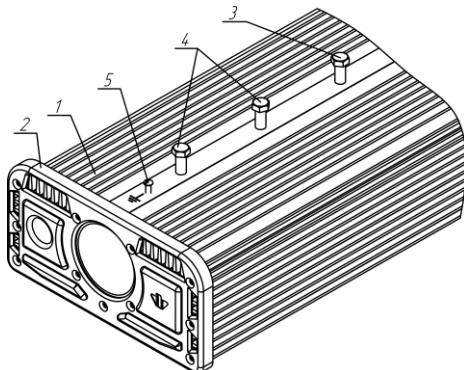

Рисунок 2 Установка светильников
2.2.1. Затяните упорный болт (рисунок 2 поз.3).
2.2.2. Установите светильники на консоль до упора в болт (рисунок 2 поз.3).
2.2.3. Затяните два болта фиксирующие светильники (рисунок 2 поз.4).
2.2.6. Подключите провод внешнего заземления к винту (рисунок 2 поз.5) расположенному на корпусе светильников имеющему маркировку «».